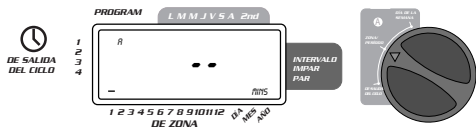

FIGURA 6: Duración de la estación para el programa A
- Haga girar el dial a la posición **DURACIÓN DE ESTACIÓN** ya sea en el programa A o en el B. La pantalla mostrará el programa que usted haya seleccionado con una "A" o una "B" y la los - - MINS y el cursor intermitente en la estación "1" [Vea la figura 6].